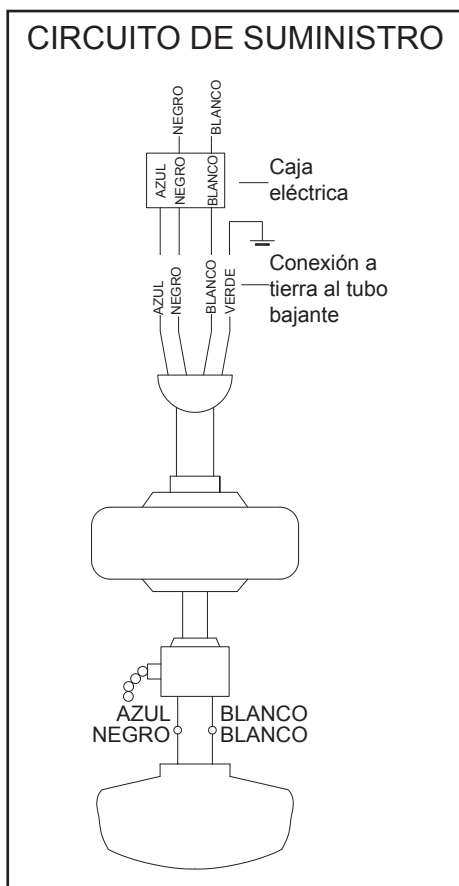

Figura 10
Sigue estos pasos para conectar tu ventilador al circuito de tu hogar. Usa las tuercas de conexión de cable provistas con el ventilador y el control remoto. Asegura los conectores con cinta aislante. Asegúrate de que no existan conexiones o cables sueltos. (Figura 10)
1. Conecta el conductor a tierra del cable de 120 V (puede ser un cable desnudo o un cable con aislante verde) al (los) cable(s) terminal(es) a tierra verde(s) del ventilador. (Figura 10)
2. Conecta el cable neutro (blanco) del ventilador al cable neutro blanco del circuito eléctrico de la casa. (Figura 10)
3. Conecta el cable de alimentación (negro y azul) del ventilador al cable de suministro negro del hogar. (Figura 10)